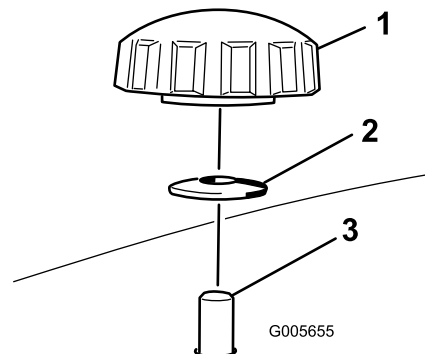

Figura 32
- 4. Retire los 2 pomos y las arandelas curvas que sujetan el deflector derecho al cortacésped (Figura 32).
- 5. Retire el deflector derecho y baje el deflector de hierba sobre el orificio de descarga, según se muestra en Figura 32 y Figura 33.
5. Coloque el deflector derecho debajo de la carcasa de corte y fíjelo usando 2 pomos y las arandelas curvas (cara ahuecada hacia el cortacésped) según se muestra en Figura 32 y Figura 33.